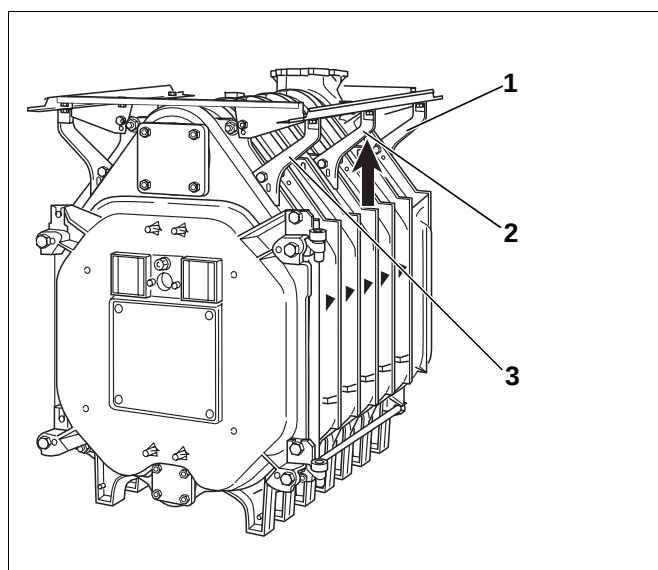

Abb. 42 Längsschienen ausrichten
- Längsschienen ausrichten und die Konsolen am Vorder- bzw. Hinterglied (Abb. 42, **Pos. 1 und 3**) fest anschrauben.
- Die mittleren Konsolen (Abb. 42, **Pos. 2**) von unten gegen die Längsschienen schieben und fest mit dem Kesselblock verschrauben.